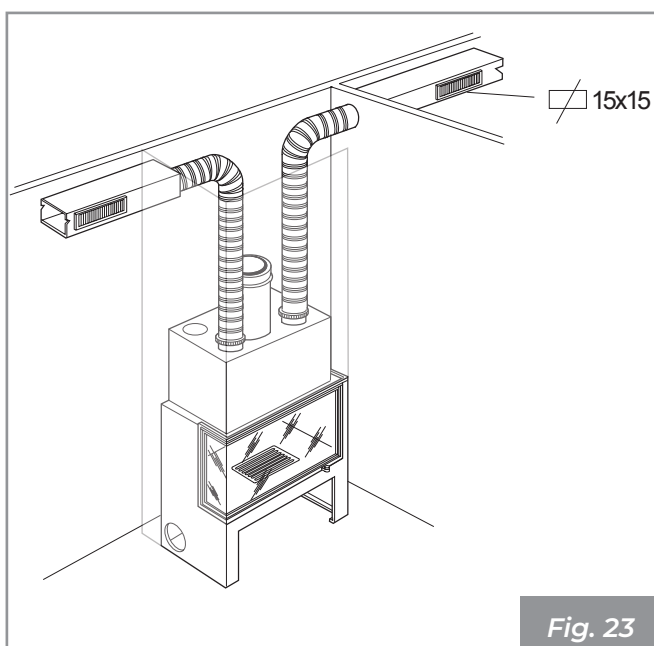

Fig. 23
- Tubo flexible en aluminio - longitud hasta 6 m en único conducto ("Fig. 23");
- Tubo liso metálico - longitud hasta 10 m en único conducto ("Fig. 23");